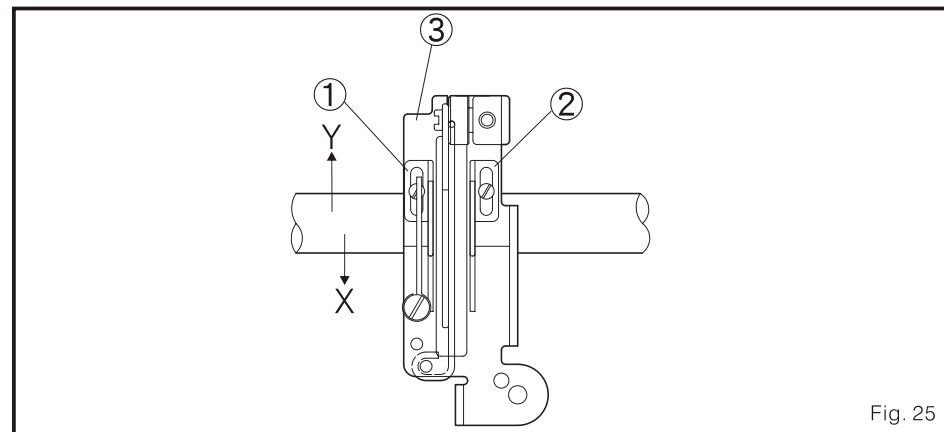

Fig. 25
1. La posición estándar es cuando los agujeros para enhebrar 1 y 2 de placa control de cantidad de hilo del bucleador están alineados con las marcas del soporte 3. (Fig. 25)